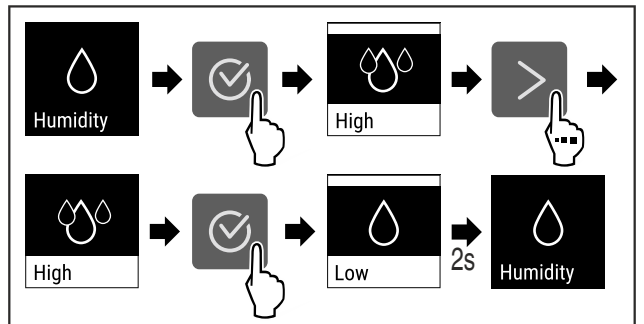

Fig. 75
- ▶ Hajtsa végre a művelet lépéseit (lásd Fig. 75).